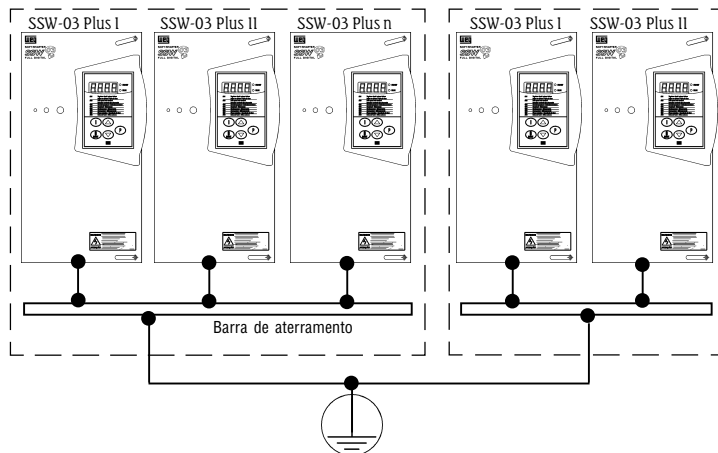

Figura 3.6 - Conexões de aterramento para mais de uma Soft- Starter
- ❶ A tensão de rede deve ser compatível com a tensão nominal da Soft- Starter.
- ❷ Utilize no mínimo as bitolas de fiação e os fusíveis recomendados nas tabelas 3.1, 3.2, 3.3 e 3.4. Torque conforme indicado na tabela 3.5.
- ❸ Capacitores de correção do fator de potência nunca podem ser instalados na saída da chave.
- ❹ As Soft-Starters devem ser obrigatoriamente aterradas. Utilize no mínimo a fiação com a bitola indicada na tabela 3.2, 3.3 e 3.4. Conecte a uma haste de aterramento específica ou ao ponto de aterramento geral (resistência ≤ 10 ohms). Não compartilhe a fiação de aterramento com outros equipamentos que operem com altas correntes (ex.: Motores de alta potência, máquinas de solda, etc). Quando várias Soft-Starters forem utilizadas observe a figura 3.6.